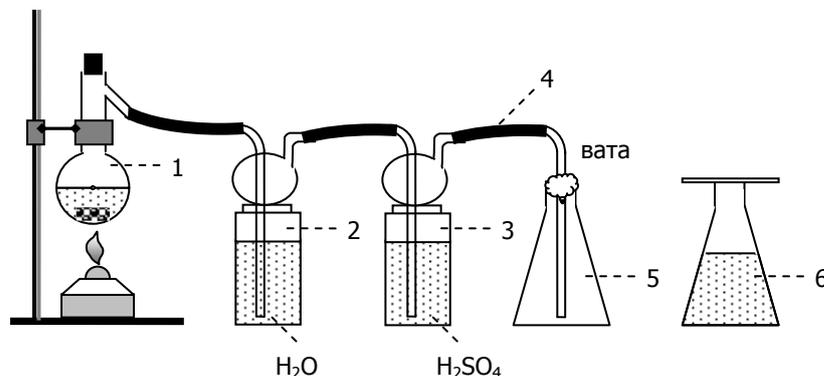

Рис. 4. Установка для получения газообразного хлора
**А. Получение и идентификация  $Cl_2$ .** Собрать установку (рис. 4). Поместить в колбу (1) хорошо перемешанную смесь  $4,8 \text{ г } MnO_2$  и примерно равного количества  $KMnO_4$ , добавить  $40 \text{ мл } 40\%$ -ой  $H_2SO_4$ .3 Приготовить две конические колбы (5) и (6) (последняя с водой), вату и чашки Петри для накрывания колб.
По мере снижения тока хлора подсыпать в колбу (1) по  $2 \text{ г}$  хлорида натрия (но не более  $24 \text{ г}$  в сумме). Пропускать хлор через раствор в пробирке пока он не окрасится в синий (почему?) цвет. Раствор сохранить для исследования по пункту 3Г (т.е. по пункту «Г» в опыте 3), а трубку (4) опустить в сосуд (5) до дна, заткнуть ее ватой (рис. 4) и сзади поместить белый экран. После наполнения колбы (5) хлором накрыть ее чашкой Петри и сохранить для опыта Г4.
**Б. Окисление органического вещества.** Что наблюдается при направлении струи хлора из трубки (4) на бумагу, смоченную скипидаром ( $C_{10}H_{16}$ )? Почему?